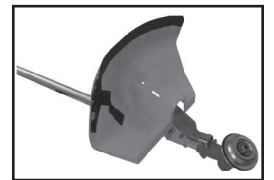

рис.4
6.3.1 Расположите защитный кожух над штангой гибкого вала как показано на рис.4